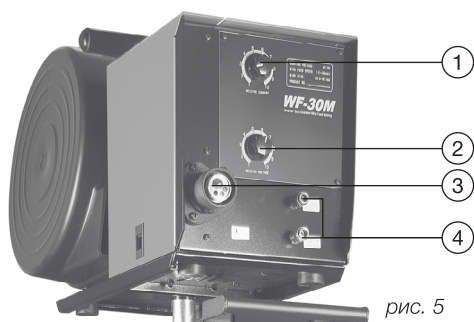
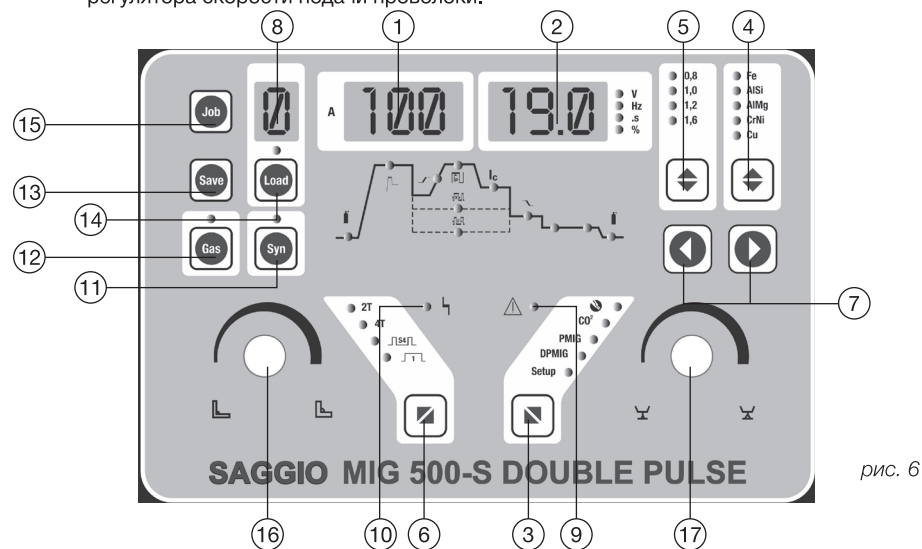

рис. 5
рис. 6
1. Для начала нажмите клавишу №3 (рис.6) для выбора вида сварочного процесса "CO₂".
- Нажмите клавишу №11 (рис.6) «SYN»
- Основным регулятором скорости подачи (расположен на механизме подачи рис. 5) необходимо выставить значение на цифровом дисплее №1 (рис. 6) 100A.
- Основным регулятором сварочного напряжения (расположен на механизме подачи рис. 5) необходимо выставить значение на цифровом дисплее №2 (рис. 6) 19V, как представлено на рисунке ниже.
3. Выберите диаметр сварочной проволоки с помощью клавиши №5 (рис.6): 0,8/1,0/1,2/1,6
4. Выберите режим управления процессом, нажав клавишу №6 (рис.6): 2T, 4T.
5. Далее настраиваем параметры циклограммы с помощью клавишей №7 и регулятора №17 (рис. 6): индуктивность, предварительная и заключительная продувка газа, напряжение и время растяжки дуги.
- При выборе режима 4T активируются параметры: Ток "заварки кратера" и напряжение "заварки кратера", которые настраиваются с помощью регуляторов №16 и №17 (рис. 6).
6. Отрегулируйте расход газа с помощью клавиши №12 (рис.6), предварительно подсоединив газовый шланг аппарата с регулятором давления газового баллона.
1. Нажмите клавишу №3 (рис. 6) для выбора вида сварочного процесса "PMIG".
3. Выберите тип материала с помощью клавиши №4 (рис. 6): углеродистая сталь(Fe), алюминий-кремниевый сплав (AlSi), алюминий-магний-сплав (AlMg), нержавеющая сталь (CrNi), медный сплав (CuSi₃).
4. Затем выберите диаметр сварочной проволоки, нажав клавишу №5 (рис. 6): 0,8/1,0/1,2/1,6
5. Выберите режим управления процессом, нажав клавишу №6 (рис. 6): 2T, 4T, Special 4T
6. Далее настраиваем параметры циклограммы с помощью клавишей №7 и регулятора №17 (рис. 6): индуктивность, предварительная и заключительная продувка газа, напряжение и время растяжки дуги.
- При выборе режима 4T активируются следующие параметры: Ток "заварки кратера" и напряжение "заварки кратера", которые настраиваются с помощью регуляторов №16 и №17 (рис. 6).
- При выборе режима Special 4T активируются параметры: ток и напряжение "Hot start", ток и напряжение "заварки кратера", которые настраиваются также с помощью регуляторов №16 и №17 (рис. 6).
7. Отрегулируйте расход газа с помощью клавиши №12 (рис.6), предварительно подсоединив газовый шланг аппарата с регулятором давления газового баллона.
1. Нажмите клавишу №3 (рис. 6) для выбора вида сварочного процесса "DPMIG".
6. Далее настраиваем параметры циклограммы с помощью клавишей №7 и регулятора №16 и №17 (рис. 6): индуктивность, предварительная и заключительная продувка газа, ток, частота и время второго импульса, напряжение и время растяжки дуги.
1. Нажмите клавишу "Job" №15 (рис. 6) и выберите номер ячейки для сохранения настроенного процесса сварки, повторными нажатиями на клавишу.
2. Далее нажмите клавишу "Save" №13 (рис. 6).
- Нажмите клавишу "Load" №14 (рис. 6).